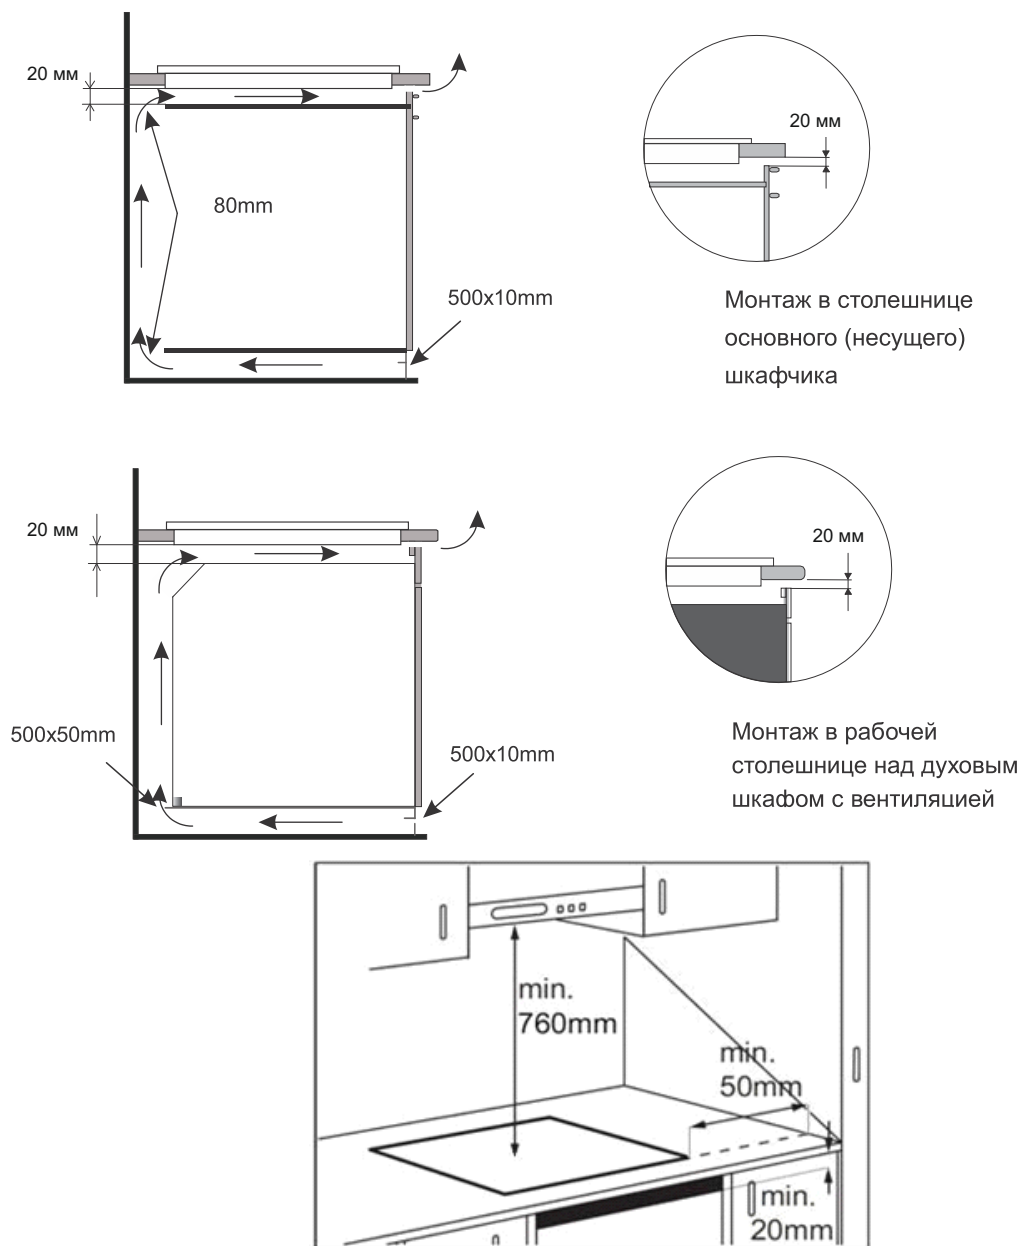

Рис. 3
- Под низом столешницы надо оставить не менее 20 мм свободной поверхности – это необходимо для обеспечения циркуляции воздуха и во избежание перегрева поверхности вокруг кухонной плиты, рис. 3.